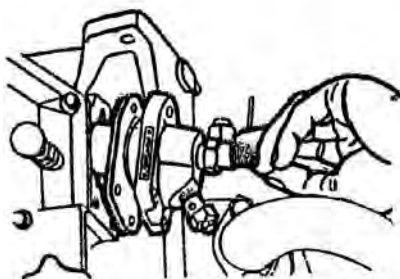

рис. 10
**а.)** Аккуратно поворачивайте маховик в рабочем направлении вращения до тех пор, пока топливо не начнет вытекать из открытого конца топливной магистрали; проверьте, совпадает ли метка на бачке с меткой на краю маховика в пределах 20~24° от верхней мертвой точки. В случае несовпадения требуется регулировка (Рис. 10).